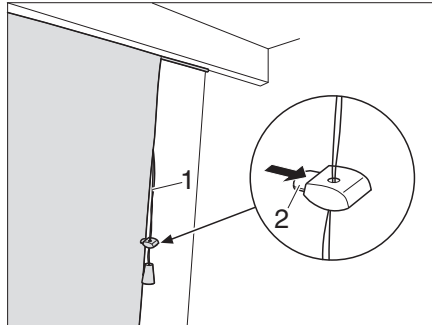

Bild 86 Raffrollo
- Kordel (Bild 86,1) nach unten ziehen. Das Rollo wird von den Bändern nach oben gezogen und gerafft.
- Klemme (Bild 86,2) am Halter drücken und Halter in gewünschte Stellung schieben.
- Klemme (Bild 86,2) am Halter drücken.